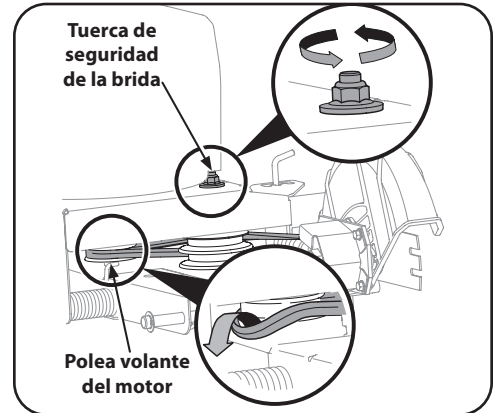

Figura 4-3
**NOTA:** Para ayudar a armar nuevamente, observe la orientación de la correa de transmisión sobre las dos poleas locas y la polea volante del motor antes de realizar los siguientes pasos. Vea la Figura 4-3.
1. Trabajando delante de la bordeadora, afloje la tuerca de seguridad con brida que está sobre el bastidor, permitiendo que el conjunto de la polea loca gire levemente fuera del bastidor. Vea la Figura 4-3.
2. Con la otra mano, alcance cuidadosamente debajo de la parte posterior de la unidad y extraiga la correa de alrededor de la polea volante del motor. Vea la Figura 4-3.